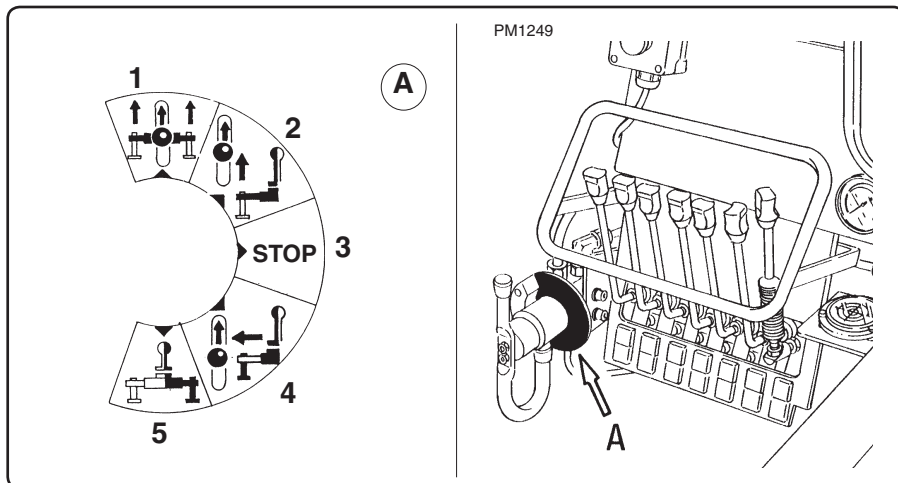

Fig. 6.7.4
Quando sulla gru è installato il deviatore per la selezione dell'elemento da comandare, sul deviatore stesso è applicata, da entrambi i lati, della gru, la targhetta rappresentata in fig. 6.7.4.
In the event that the crane is fitted with a lever switch for selecting the part to operate, the lever switches on both sides of the crane will feature the plate illustrated in fig. 6.7.4.
- Leva deviatore collocata in pos. "1" fig. 6.7.4.
- Leva deviatore collocata in pos. "2" fig. 6.7.4.
- Leva deviatore collocata in pos. "3" fig. 6.7.4 (posizione di riposo).
- Lever switch in position. "1" fig. 6.7.4.
- Lever switch in position "2" fig. 6.7.4.
- Lever switch in pos. "3" fig. 6.7.4 (rest position)
- Leva deviatore collocata in pos. "4" fig. 6.7.4.
- Lever switch in position "4" fig. 6.7.4.